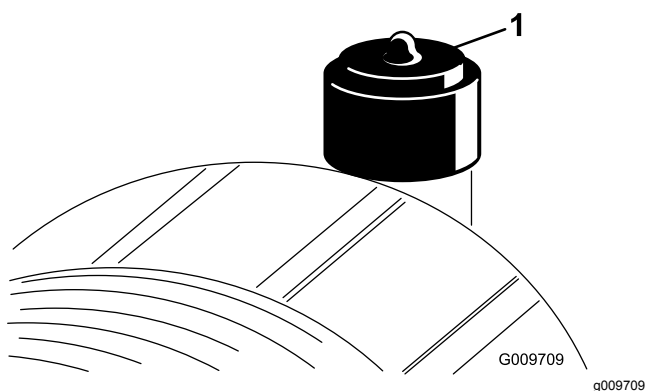

Figura 32
Revise el filtro del limpiador de aire únicamente cuando el indicador de mantenimiento (Figura 32) lo requiera. El cambiar el filtro antes de que sea necesario sólo aumenta la posibilidad de que entre suciedad en el motor al retirar el filtro.
8. Reinicie el indicador (Figura 32) si se ve rojo.